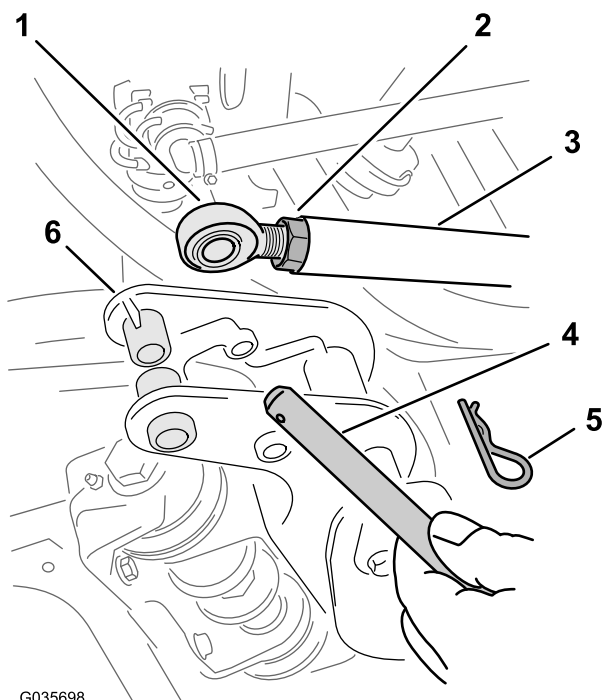

図 7
2. 左右のブームのピボットブラケット部で、昇降シリンダをピボットブラケットに固定しているヘアピンとクレビスピンを取り外す 図 7。
5. 各昇降シリンダのロッドの端部のジャムナットをゆるめる 図 7
6. ロッド端部の位置を調整して、ロッド先端にある穴とboom用ブラケットの穴とが合うようにする 図 7。
8. ヘアピンコッター 図 7 ステップ 2 で外したもので、コッターでピンを固定する。
9. 各ロッドについているジャムナットを軽く手締めする 図 7。